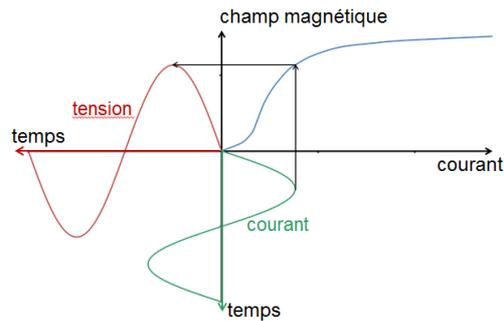

Figure 8 : relation entre la variation du courant et la tension créée dans l'enroulement secondaire
- S'il s'agit d'un courant alternatif, le champ magnétique créé varie continuellement et cette variation du champ magnétique induit une tension dans l'enroulement secondaire, qui alimente le circuit de déconnexion (Figure 8).